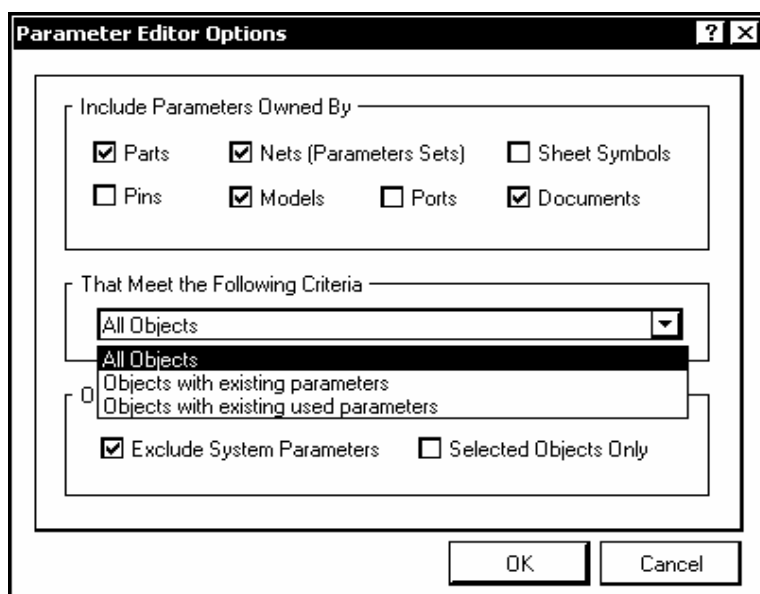

Рис. 5.14
1. Активизировать команду главного меню программы Tools>>Parameter Manager. Откроется диалоговое окно Parameter Editor Options (рис. 5.14), предоставляющее возможность выбора объектов, для которых предполагается настройка параметров.